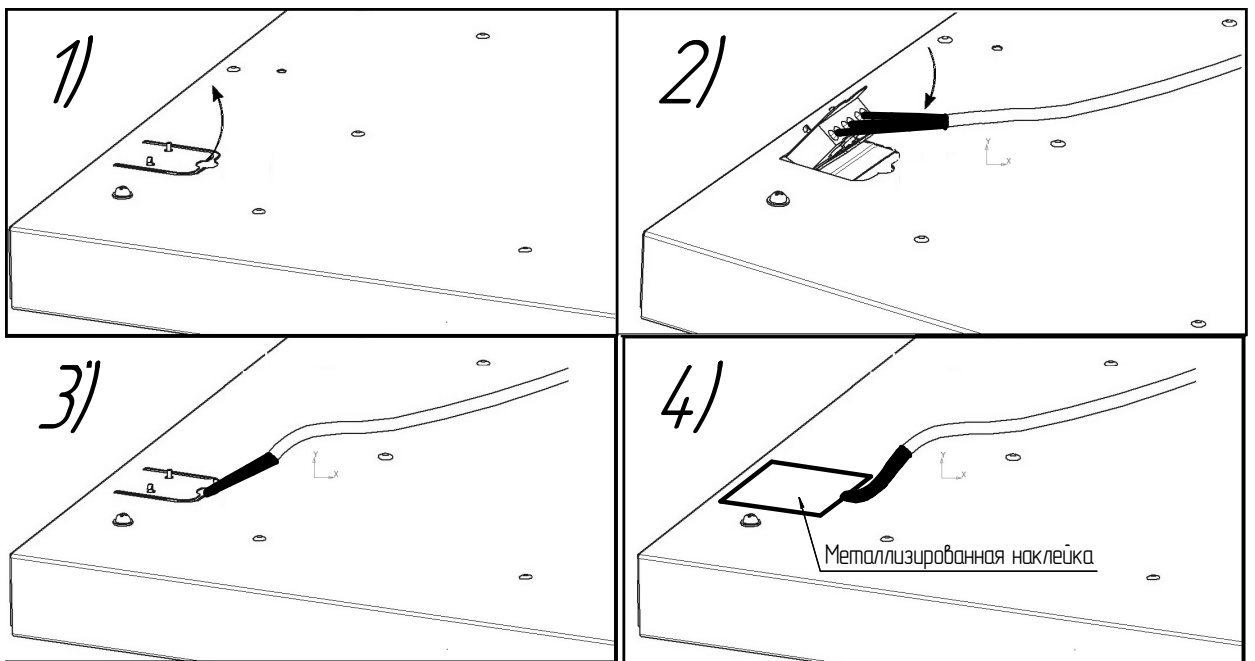

Рисунок 5 - Схема подключения светильника
5.4 Отогните язычок с клеммной колодкой (см. рисунок 5) и подключите сетевой провод к клеммной колодке (см. рисунок 6-8).
5.5 Загните язычок и заклейте язычок металлизированной наклейкой, входящей в комплект поставки (см. рисунок 5).
5.9 Отогните язычок с клеммной колодкой (см. рисунок 5).
5.14 Загнуть язычок и заклейте язычок металлизированной наклейкой, входящей в комплект поставки (см. рисунок 5).